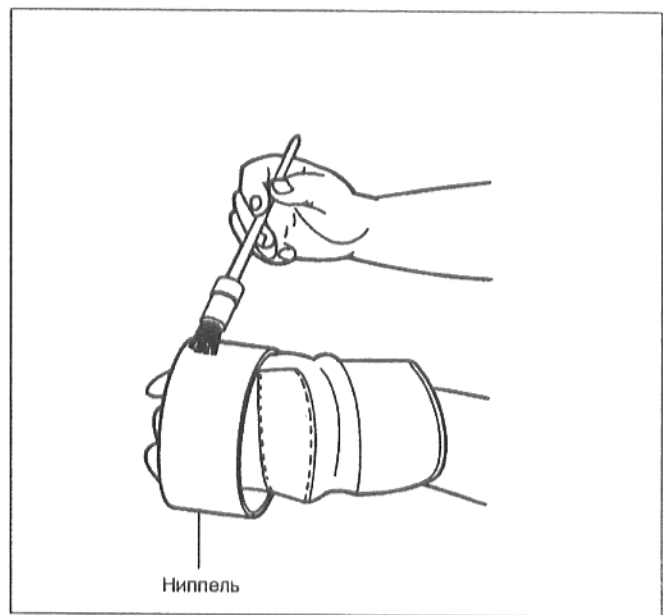

рис. 5
- Равномерно смазать новые ниппели суриком (рис. 5).